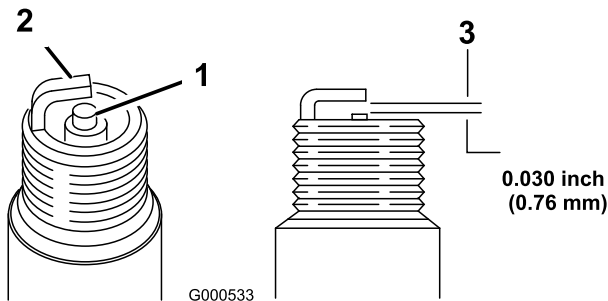

Figura 18
5. Ajuste la distancia entre los electrodos a 0.76 mm (0.030 pulgadas) (Figura 18).